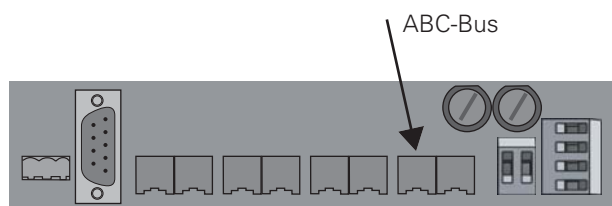

Рис. 11
Коммуникационный кабель 019 007 подключается к одному из ABC bus-подключений управляющей платы. Для Gold версии В см. рис.11.
**Ручной терминал/дисплей:** Подключается на свободный ABC-Bus/контакт управляющей платы. Средний контакт слева вверху или какой-либо из 6 правых модуляр-контактов внизу управляющей платы (рис. 11).